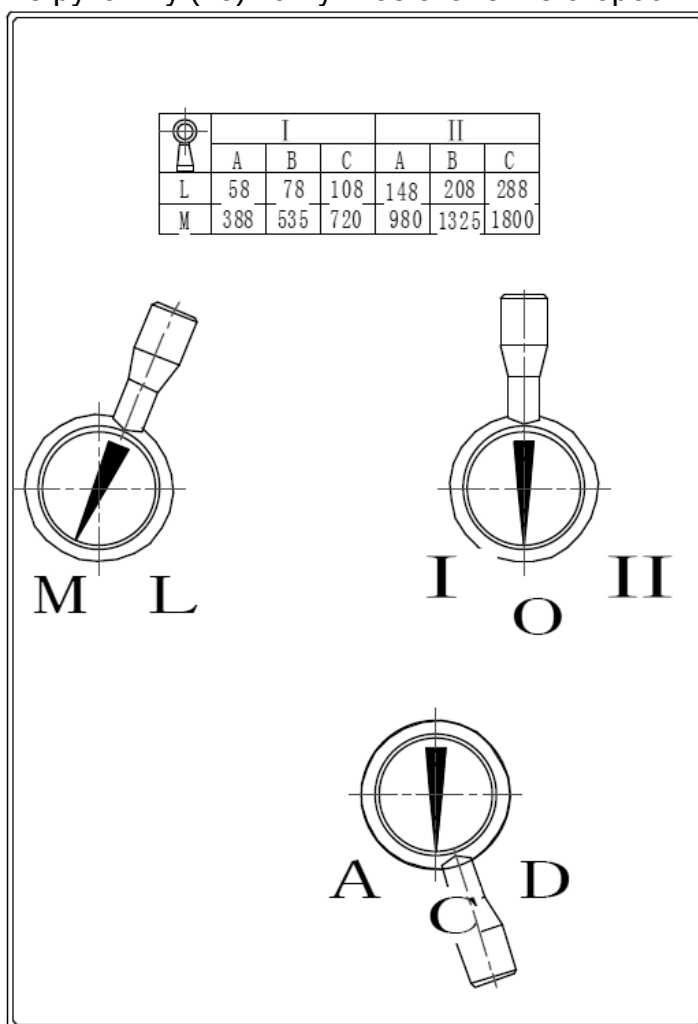

Рис.6
6.3. Смена скорости горизонтального шпинделя (рисунок 6)
Перед сменой скорости шпинделя необходимо отключить станок от источника питания. Для выполнения смены скорости смотрите рисунок 6, на котором изображена панель смены скорости, расположенная в правой части стойки, и установите рукоятку (10) на нужное значение скорости.